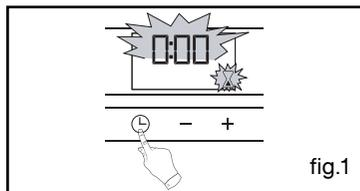

fig.1
- Appuyez sur la touche " ⌚ " (fig.1) jusqu'à faire clignoter le symbole Minuterie